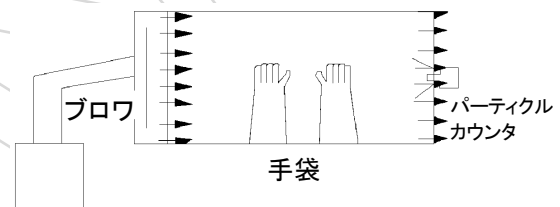

図 1
7.2 完全被覆手袋と粒子計測ポート付きのクリーンベンチ(図 1 参照)